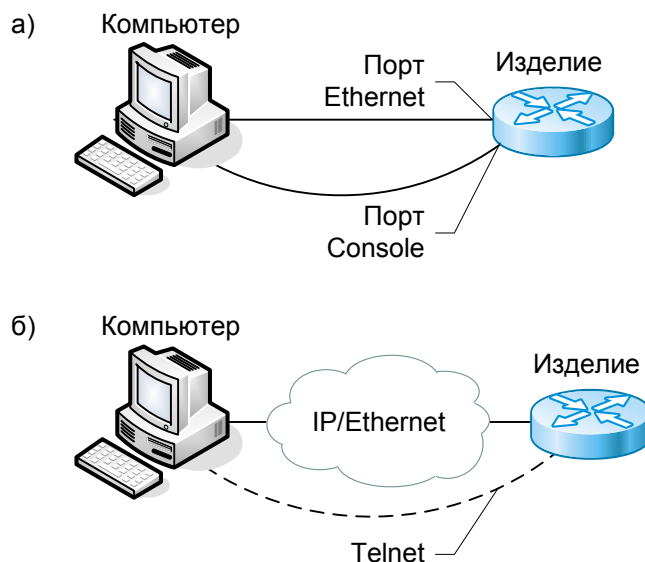

Рис. 8. Примеры подключения изделия для сохранения и загрузки конфигурации или обновления программного обеспечения
3. Подключите один из портов изделия MM-2xx или MM-502RC-UNI к сети. Примеры подключения показаны на Рис. 8.